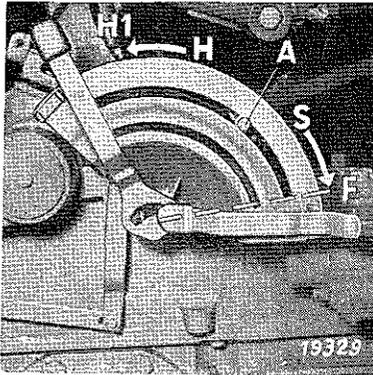

Bild 43
Zur Einstellung des Freiganges wird der Steuerhebel H 1 (Bild 43) bis zum Endanschlag des Segmentbogens nach unten gebracht (F).